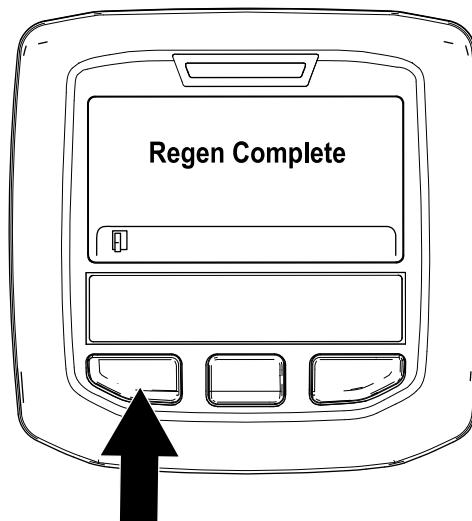

Figura 38
9. La regeneración con la máquina aparcada ha finalizado cuando se muestra el mensaje “Regen Complete” (Regeneración completada) en el InfoCenter. Pulse el botón de la izquierda para salir a la pantalla de inicio (Figura 38).